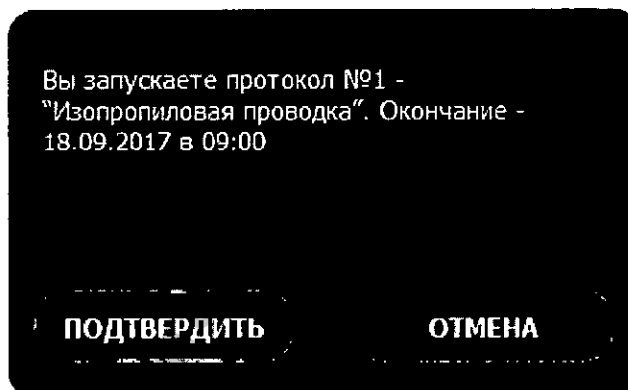

Рисунок 3.101. Окно подтверждения запуска проводки
3. В окне подтверждения запуска (рисунок 3.101) нажмите кнопку **Подтвердить**. Для отмены запуска проводки и возврата к основному экрану нажмите кнопку **Отмена**.